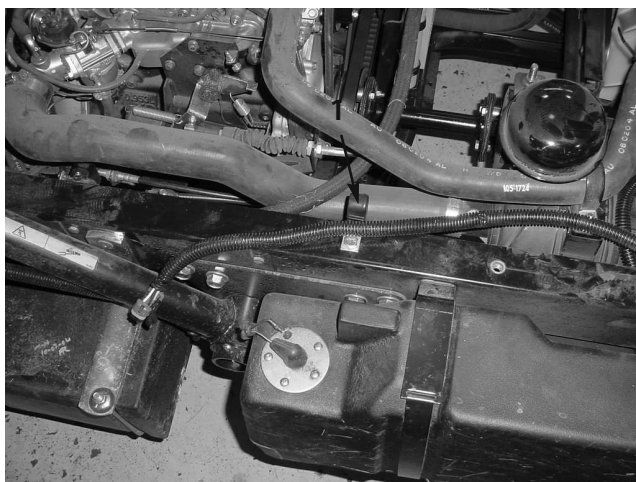

図21
8. キャップスクリュ (3/8-16 x 3/4" ; 1本) を使って、図21のように、J クリップを牽引車両のフレームのレールに取り付ける。そして、このJ クリップを通してハーネスを図21のように配線する。